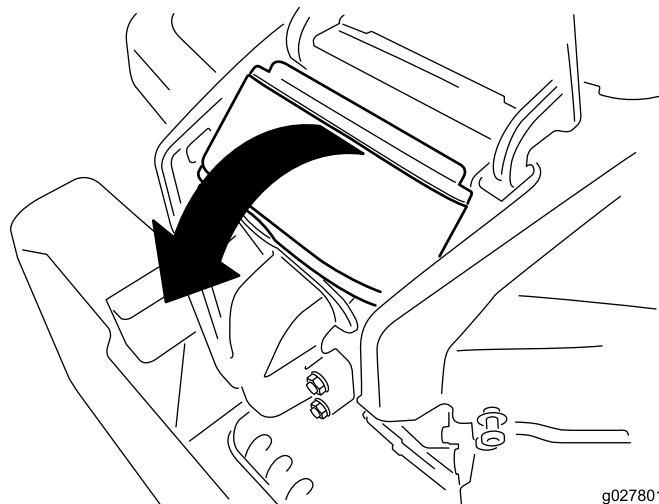

Figura 30
4. Retire la tapa y gire el limpiador de aire para retirarlo del motor (Figura 30).